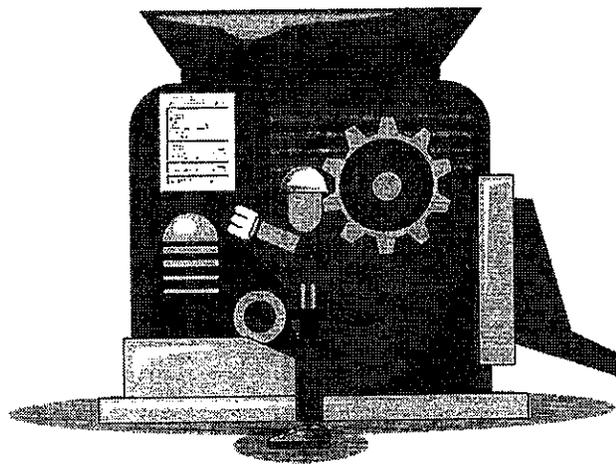

FIGURA 6.12. Planeación del mantenimiento.
2. Planeación del mantenimiento (Figura 6.12) hecha por el departamento de mantenimiento. Para este punto se requiere de una serie de actividades que se implementan dentro del piso de producción. Éstas se pueden dividir en 4 fases: